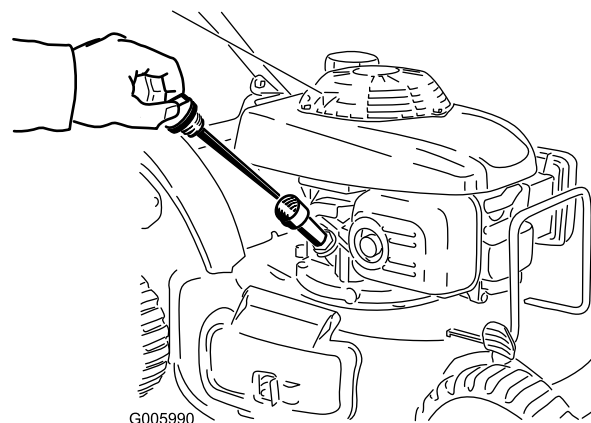

Bild 36
2. Ziehen Sie den Ölmesstab heraus (Bild 36).